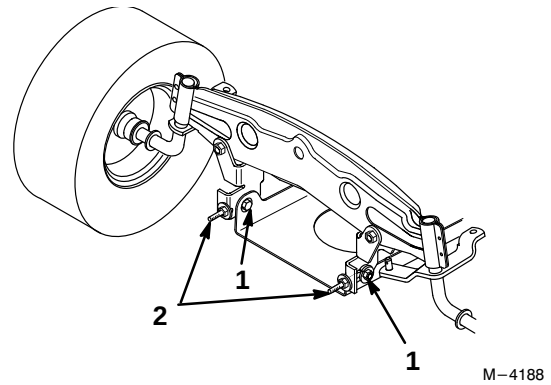

Abbildung 52
5. Zur Einstellung der Schnittmesserneigung in Längsrichtung die vorderen Schwenkplatten-Halteschrauben etwas lösen (Abb. 52).
6. Die Sicherungsmuttern an den Ringschrauben drehen, um die Einstellung zu ändern (Abb. 52). Zum Anheben der Mähwerkvorderseite die Muttern festziehen, zum Absenken die Muttern lösen.
8. Wenn die Schnittmesserneigung in Längsrichtung korrekt ist, die Schwenkplatten-Halteschrauben festziehen (Abb. 52).